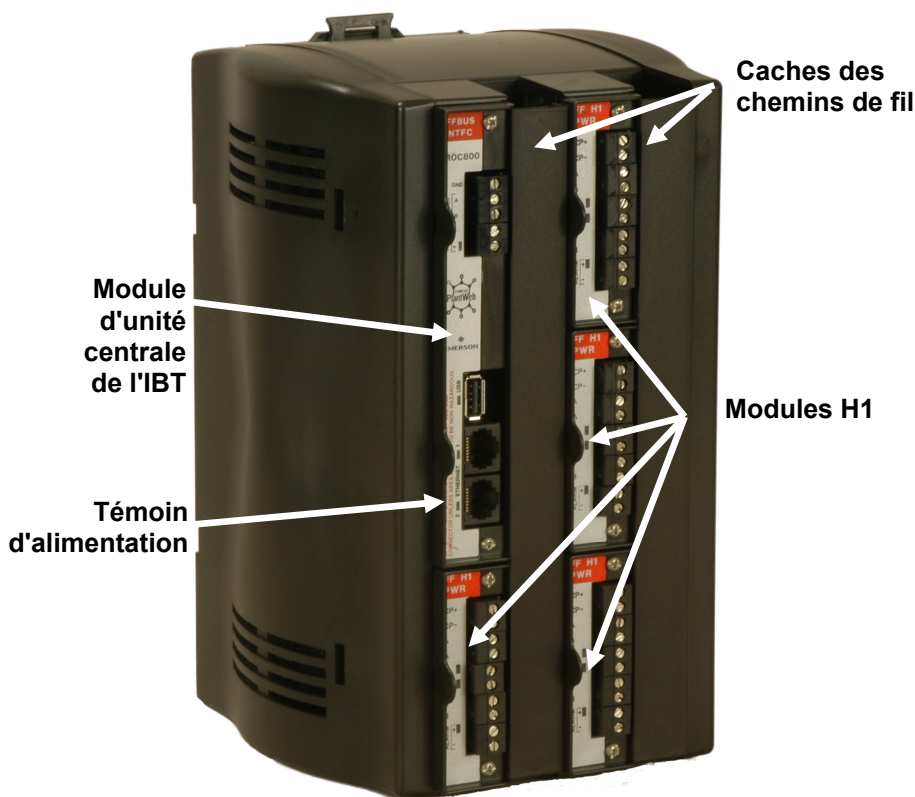

Figure 13. INTERFACE Foundation Fieldbus
3. Une fois le câblage des blocs de jonction terminé, remettez les caches de chemins de fil en place. Consultez la *figure 13*.
4. Mettez l'IBT sous tension pour l'allumer. Le témoin de marche de l'IBT (voir *figure 13*) devrait s'allumer (vert) pour indiquer que la tension est correcte.